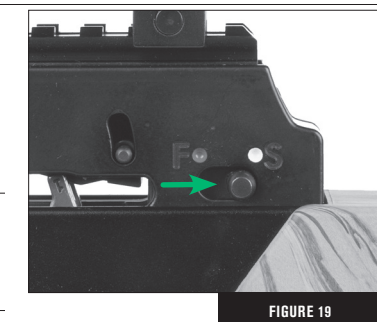

FIGURE 19
Pour enclencher manuellement la sûreté, faites glisser le cran de sûreté (partie 2) vers l'arrière jusqu'à ce que vous entendiez et sentiez le clic du cran de sûreté. Confirmez que le cran de sûreté est passé de la position (F) (DÉGAGÉE), au niveau du point rouge, à la position (S) (ENCLENCHÉE), au niveau du point blanc, comme illustré à la figure 19.
**⚠ AVERTISSEMENT :** QUELLE QUE SOIT LA RAISON, SI LE CRAN DE SÛRETÉ NE S'ENCLENCHE PAS ENTièrement EN POSITION (S) (ENCLENCHÉE) PENDANT QUE L'ARBALÈTE EST ARMÉE, DÉARMEZ L'ARBALÈTE DE FAÇON SÉCURITAIRE EN TIRANT UNE FLÈCHE SUR UNE CIBLE SÉCURITAIRE. N'UTILISEZ PAS L'ARBALÈTE ET N'ESSAYEZ PAS DE L'ARMER. VEUILLEZ COMMUNIQUER AVEC LE SERVICE À LA CLIENTÈLE DE CENTERPOINT ARCHERY AU (866) 726-1122 POUR OBTENIR UNE RÉPARATION AUTORISÉE.